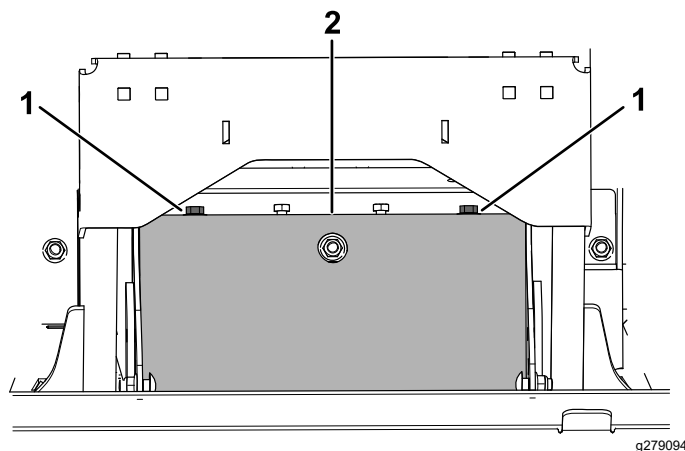

Figura 62
5. Togliete i 2 bulloni e le 2 rondelle che fissano lo schermo della cinghia di trasmissione della pompa (Figura 62). Rimuovete lo schermo.